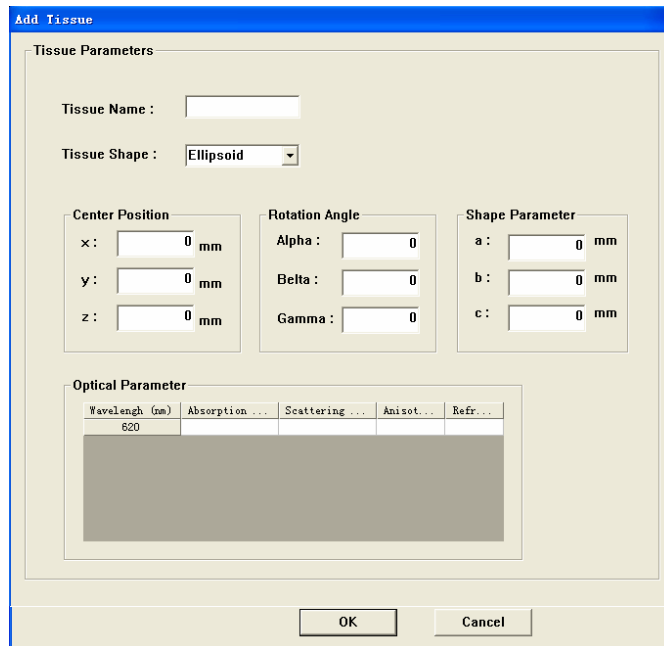

图 7-3. 添加新组织对话框
a. 点击 **Add Tissue** 弹出“*Add Tissue*”对话框（如图 7-3），其中，用户可自己添加新组织，设置其名称、形状、中心位置、形状参数和其在各个谱段的光学参数。在 3D 面片环境中，需要输入.ply/.off 文件的路径（如图 7-4）。点击‘**OK**’确认后，如果各项数据符合要求，新组织将被写入并添加到‘*Tissue*’组织列表中。